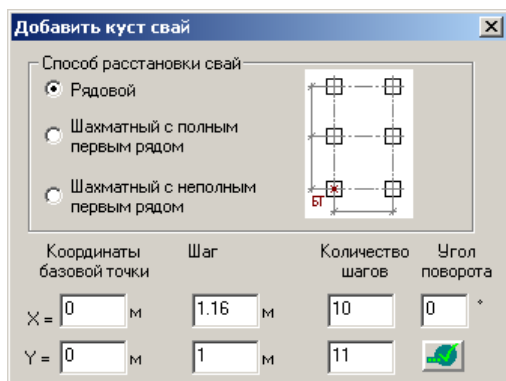

Рис.1.25.2. Окно диалога **Добавить куст свай**
- В открывшемся окне диалога **Добавить куст свай** (рис. 1.25.2) задайте следующие параметры: